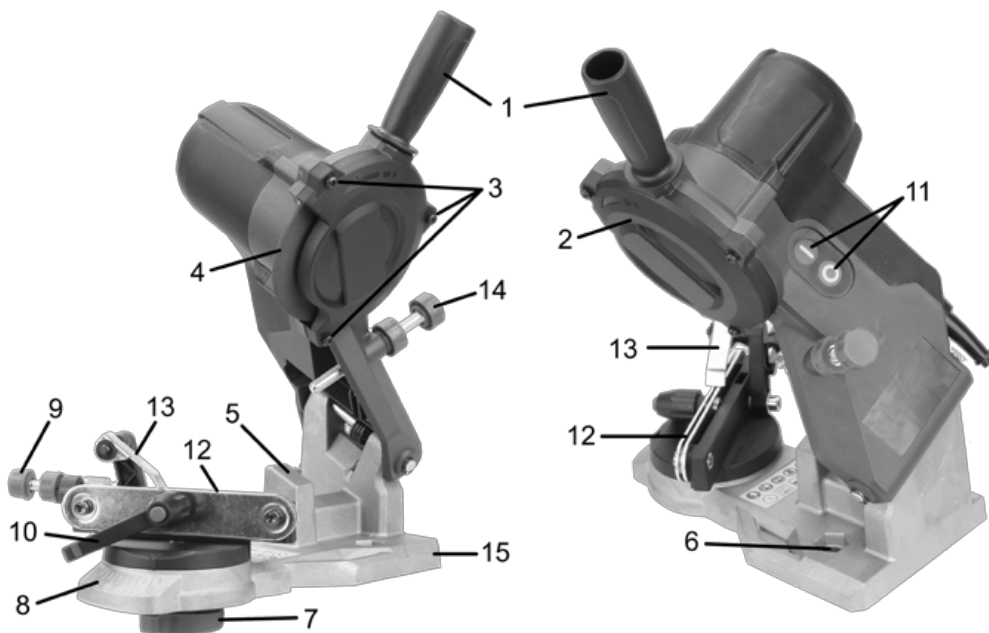

Рисунок 1
- встановить поворотний робочий стіл на основу (15, рисунок 1) через відповідний монтажний отвір та закріпить його за допомогою фіксатора (7, рисунок 1);
- закріпить основу до верстака за допомогою кріпильних елементів з комплекту постачання через монтажні отвори (6, рисунок 1);
- встановить рукоятку (1, рисунок 1) на корпус електродвигуна, накрутивши її на відповідну різьбову шпильку.
- зняти захисний кожух диска (2, рисунок 1), викрутивши три гвинти кріплення (3, рисунок 1);
- утримуючи абразивний диск (4, рисунок 1), відкрутити його фіксатор;
- послабте фіксатор (7, рисунок 1), встановіть поворотний робочий стіл у нейтральне положення так, щоб стрілка покажчика знаходилася навпроти значення «0» на шкалі (8, рисунок 1) і знову затягніть фіксатор;
- переведіть важіль фіксації ланцюга (10, рисунок 1) вліво, щоб розтиснулися напрямні планки механізму фіксації. Встановіть ланцюг провідними ланками в паз напрямної опори (12, рисунок 1) таким чином, щоб зубці ланцюга різальними кінцями були спрямовані вправо. Переконайтеся в тому, що ланки ланцюга вільно звисають та не чіпляються за сторонні предмети, не торкаються електричних дротів;
- не вмикаючи електродвигун виробу, візьміться за рукоятку (1, рисунок 1) та підведіть абразивний диск (4, рисунок 1) впритул до ланцюга так, щоб диск потрапив у проточене місце перед робочою поверхнею різальної кромки зубця ланцюга;
- продовжуючи притискати абразивний диск, закрутіть гвинт регулювання глибини заточування (14, рисунок 1), щоб він уперся в обмежувач (5, рисунок 1), а диск трохи не доходив до дна проточування зуба ланцюга. Потім зафіксуйте гвинт контргайкою та поверніть абразивний диск у вихідне положення;
- послабте фіксатор положення робочого стола (7, рисунок 1) і встановіть необхідний кут заточування в діапазоні від -35° до +35° за шкалою (8, рисунок 1), залежно від типу ланцюга, рядності зубців, з якої починається заточування та передбачених параметрів роботи ланцюга. Затягніть фіксатор положення робочого стола;
- опустіть відкидний клиновий упор (13, рисунок 1) в робоче положення та потягніть ланцюг вліво до тих пір, поки зуб, з якого планується почати заточування, не упреться в клиновий упор. Після чого, зафіксуйте ланцюг в цьому положенні переведенням важеля (10, рисунок 1) вправо;
- увімкніть виріб відповідною кнопкою вимикача (11, рисунок 1). Використовуючи рукоятку (1, рисунок 1), акуратно підведіть абразивний диск до ланцюга і виконайте заточування. Поверніть диск у вихідне положення;
- послабте напрямні планки механізму фіксації важелем (10, рисунок 1) для розблокування ланцюга. Зробіть позначку на першому заточеному зубці ланцюга маркером або фломастером;
- якщо необхідно зняти більше металу з передньої поверхні різальної кромки зубця, який заточується, відрегулюйте положення відкидного упору за допомогою гвинта (9, рисунок 1) та зафіксуйте його контргайкою;
- протягнувши ланцюг по напрямній вправо, підведіть до зони заточування наступний зуб з таким же кутом заточування (він буде через один від першого заточеного зубця). Потягніть ланцюг назад до торкання зубця, який підлягає заточуванню, задньою стороною в клиновий упор (13, рисунок 1), забезпечуючи точне положення зубця. Зафіксуйте положення ланцюга важелем (10, рисунок 1). Виконайте заточування різальної кромки цього зубця. Послідовно заточуйте усі зубці одного ряду з даним кутом заточування;
- переналаштуйте кут заточування на протилежний для другого ряду різальних ланок, відрегулюйте гвинтом (9, рисунок 1) величину зняття металу з різальної кромки зубця та зафіксуйте налаштування контргайкою цього гвинта. Виконайте послідовне заточування всіх зубців ланцюга з даним кутом заточування.